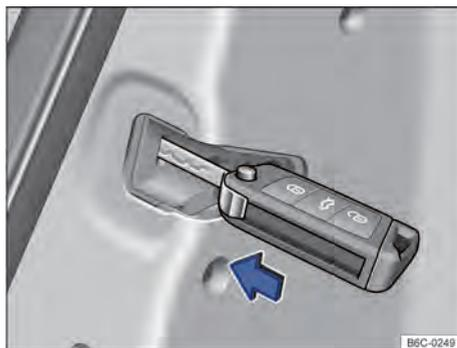
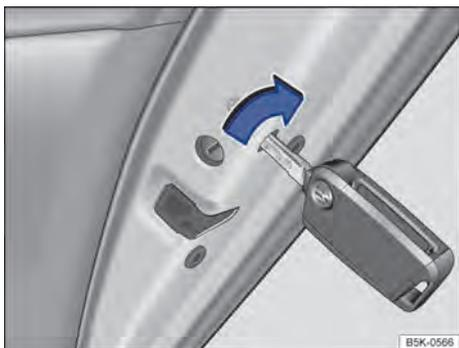

Fig. 57 Nas portas, dianteira direita e traseiras: travamento de emergência do veículo com a haste metálica da chave (variante 2).
Fig. 56 Travamento de emergência do veículo com a chave do veículo (variante 1).
Dependendo da versão do veículo o local de travamento das portas pode variar → Fig. 56 ou → Fig. 57.
- Inserir a haste metálica da chave na fenda vertical → Fig. 56 e girar. **Ou**
- Inserir a haste metálica da chave na fenda vertical → Fig. 57 e pressionar.